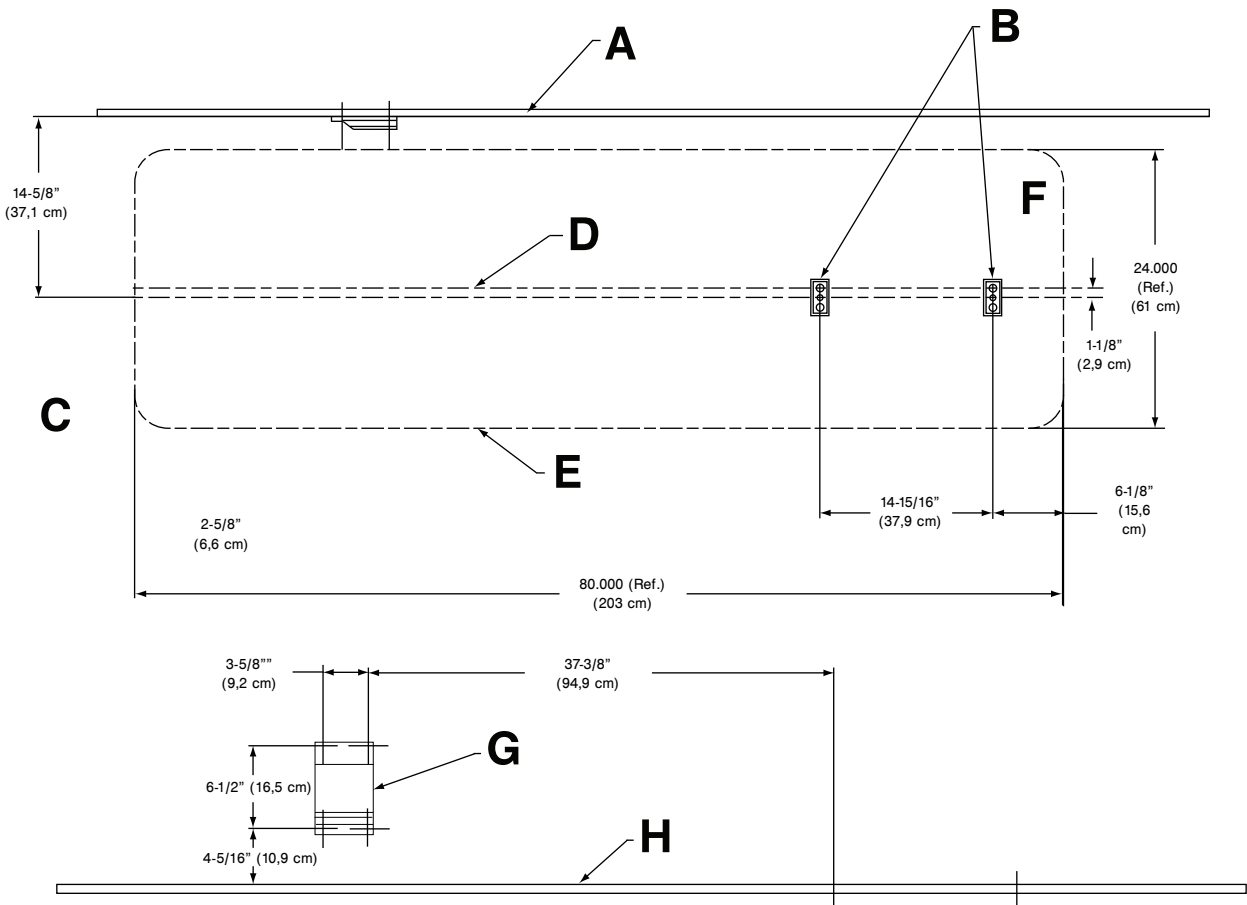

Figura 15 – Posiciones de instalación de la placa de pared
2. Mediante las dimensiones mostradas en Figura 15, localice y perfore los puntos donde se fijarán las placas de suelo.
5. Mediante las dimensiones mostradas en Figura 15, posicione y perforo los cuatro puntos donde se fijará el soporte de montaje en pared del raíl.